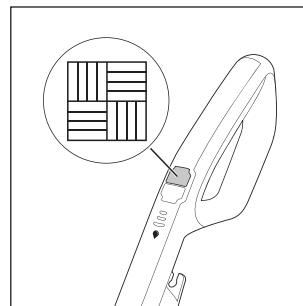

Abb. 13
- ♦ Um das Gerät einzuschalten, drücken Sie den Schalter Hartfußboden ⑭ (siehe Abb. 13). Die LED des Schalters Hartfußboden ⑭ ⑯ leuchtet blau.
- Fahren Sie bei hartnäckigen Verschmutzungen mit dem Gerät mehrmals über die verschmutzten Stellen und halten Sie dabei den Schalter Reinigungslösung ⑯ gedrückt.
- ♦ Drücken Sie zum Ausschalten des Gerätes erneut den Schalter Hartfußboden ⑯ (siehe Abb. 13).